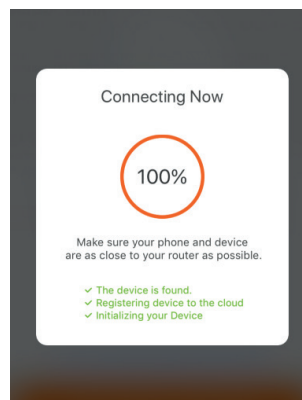

Bild 5
- D. Warten Sie, bis die Anwendung eine Verbindung mit dem Gerät hergestellt hat, wie in Abbildung 5 dargestellt.